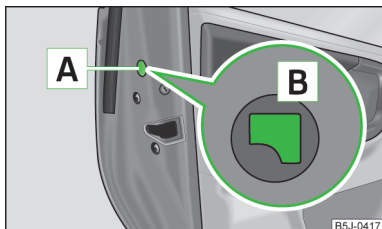

Fig. 13
- Demontați masca **A** » fig. 13.